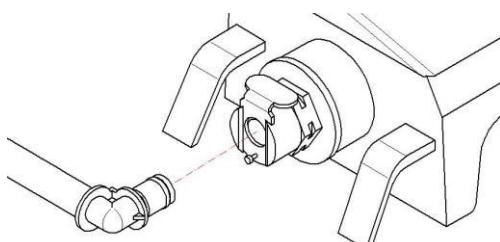

Fig. 1
6. No olvide conectar el tubo de agua presionando hasta oír el “clic” (Fig. 1).
- Monte sólo el tanque pequeño lleno de líquido y asegúrese de que ha conectado el tubo de agua presionando hasta oír el “clic” (Fig. 1).